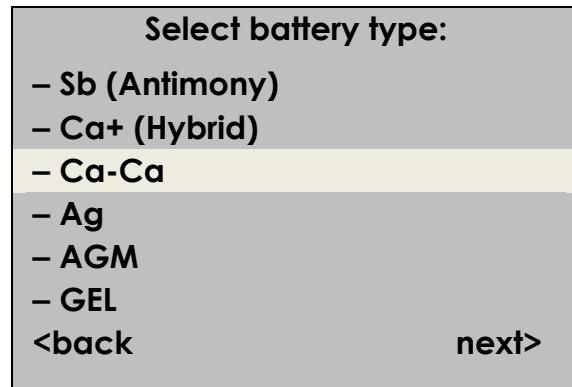

Рисунок 3.12
3.7.5 В появившемся окне «**Select battery type**» необходимо выбрать тип испытуемого ЭХИП (в приведенном примере выбираем строку «Са-Са») и перейти в следующее окно, выполнив команду «**next>**» нажатием кнопки «**→**» (рисунок 3.12).